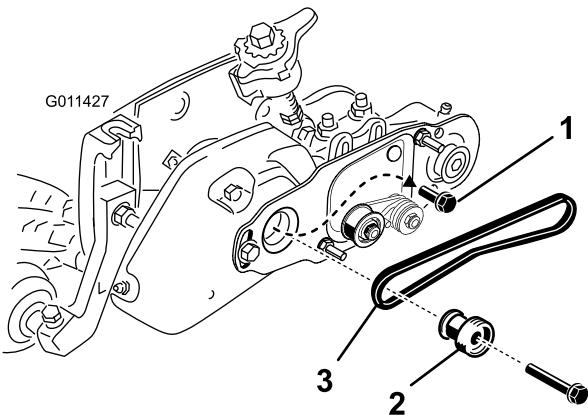

Figura 31
42. Retire el perno que sujeta la polea del acondicionador al eje motor (Figura 31).
43. Introduzca la polea motriz del cepillo en la polea motriz del acondicionador y sobre el eje motor (Figura 31). Asegúrese de que las pestañas de la polea entran en la ranura del eje motor.
44. Aplique Loctite a las herramientas del tornillo de cabeza embriddada de 3/8" x 2". Fije la polea de arrastre al eje con el tornillo de cabeza embriddada (Figura 31). Apriete el perno a 46–54 N·m.